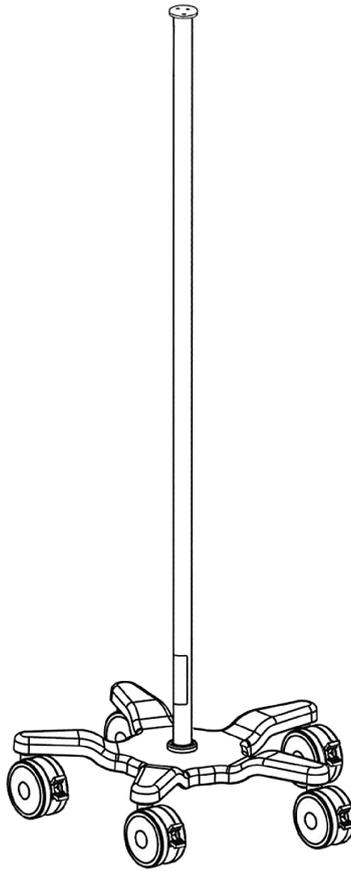

Figure 7 ■ Figure 7 ■ Abbildung 7 ■ Figura 7 ■ Figura 7 ■ Afbeelding 7
请参阅第 27 页图 1 至第 29 页图 7。
27ページの図1～29ページの図7を参照してください。
■ Rysunek 7 ■ Obrázok 7 ■ Figur 7 ■ Kuva 7 ■ Фигура 7 ■ Figura 7
■ Joonis 7 ■ 7 pav. ■ 7. attēls. ■ Şekil 7 ■ Рис. 7 ■ 图 7 ■ 圖 7